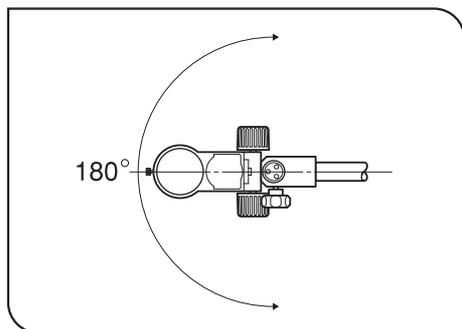

Fig. 8
4. Pour faire pivoter le bras de liaison horizontalement, desserrer la vis de blocage de rotation du bras de liaison. (Fig. 8)